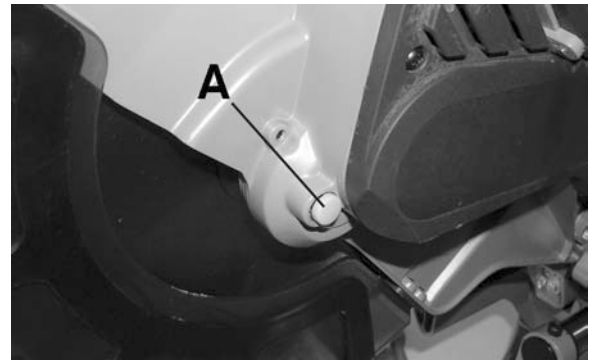

Figure 20
6. Poussez sur le bouton d'arrêt de la lame (A) Fig.20 avec une main. Tournez la lame à la main jusqu'à ce l'arbre se verrouille.